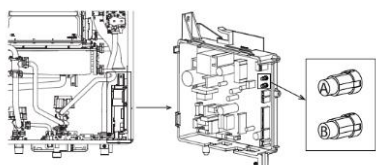

Fig. 1
3. Druk op A gedurende 1 seconde (fig. 1)